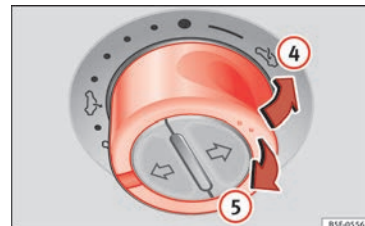

Bild 12 På det inre takfodret: Tryck på knappen och dra i den för att höja och sänka soltak
- Fälla upp sätet: För brytaren till läge » **bild 12** ④. För ett mellanläge, håll in reglaget tills du når önskat läge.
- Sänka: Dra brytaren till läge » **bild 12** ⑤. För ett mellanläge, håll in reglaget tills du når önskat läge.